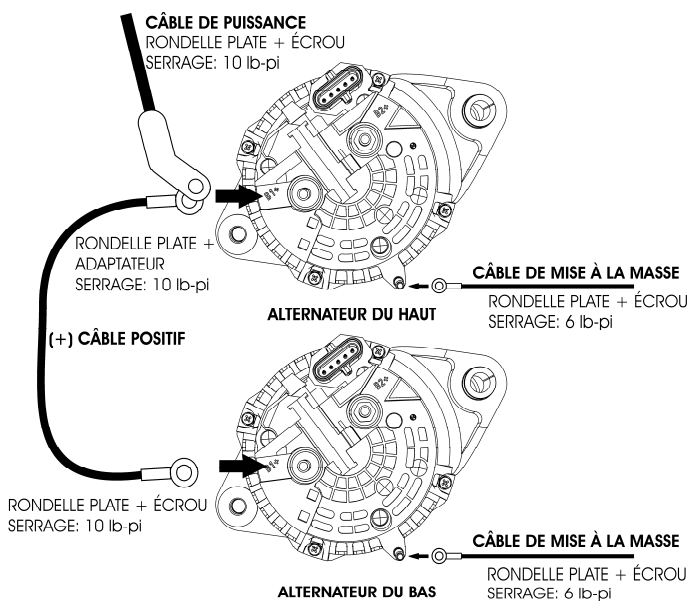

FIGURE 5
- Connecter le câble de mise à la masse et le câble positif (+) à l'alternateur du bas tel que montré à la figure 5.
9. Connecter le câble de mise à la masse et le câble positif (+) à l'alternateur du haut tel que montré à la figure 5.